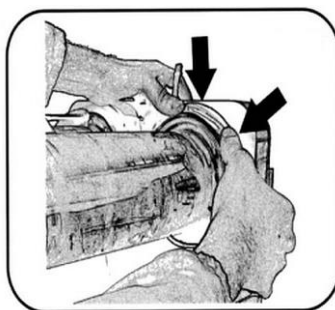

Fig. 33
4. Cuando la junta del recipiente esté en la posición correcta, presione con los pulgares la parte inferior y luego gradualmente la parte superior hacia abajo (haga un círculo con los dedos) hasta que quede correctamente asentado en su lugar. (Fig. 33, 34)